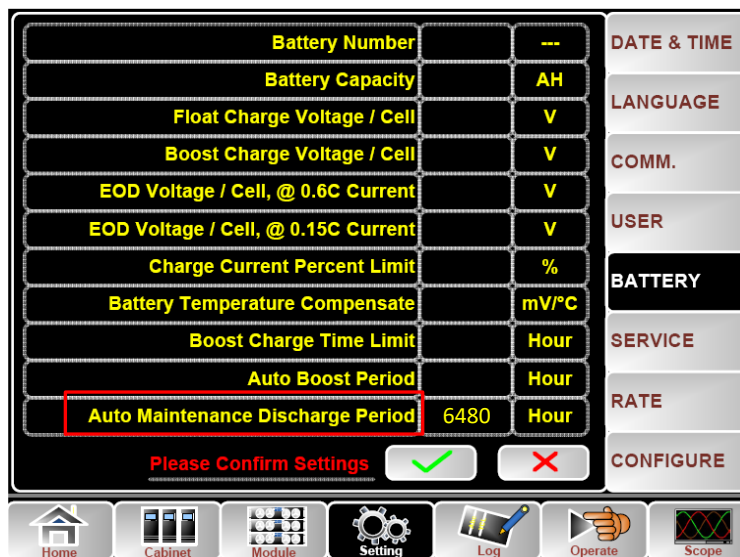

Рисунок 5-4 Настройка периода автоматической разрядки аккумуляторной батареи
- (b) Установка периода автоматической разрядки аккумуляторной батареи. Перейдите на страницу «BATTERY» (АККУМУЛЯТОРНАЯ БАТАРЕЯ) меню «Setting» (Настройки) (см. рисунок 5-4), установите период времени в пункте «Auto Maintenance Discharge Period» (Период автоматической разрядки для технического обслуживания) и подтвердите.